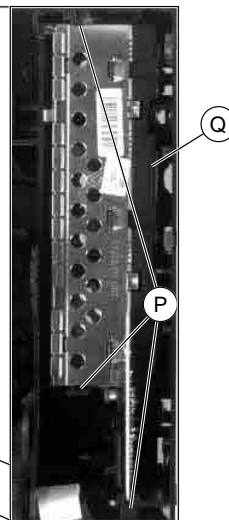

Fig. 7
- Dégager les ergots (P) et retirer le C.I. alimentation (Fig. 7).
Veiller à remettre le blindage du C.I. alimentation lorsque les travaux de maintenance sont terminés ainsi que la bande d'isolation (Q) (Fig. 7)!
- Release the locking lugs (P) and take out the Power Supply Board (Fig. 7).
On completion of the repairs ensure that the shielding cover of the power supply module and the plastic cover (Q) (Fig. 7) are refitted!